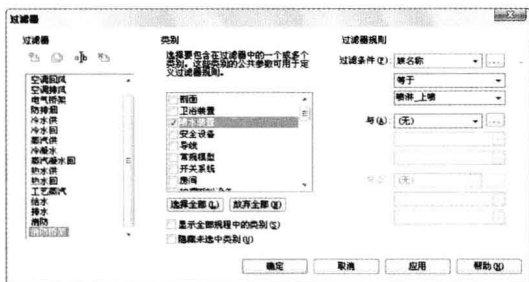

图 3-17
(1) 单击“视图”选项卡 > “图形”面板 > “过滤器”。
(2) 在“过滤器”对话框中，单击  (新建)，或选择现有过滤器，然后单击  (复制)。
(3) 在“类别”下，选择所要包含在过滤中的一个或多个类别。
(4) 在“过滤器规则”下，设置过滤条件有参数，如“类型名称”，如图 3-17 所示。